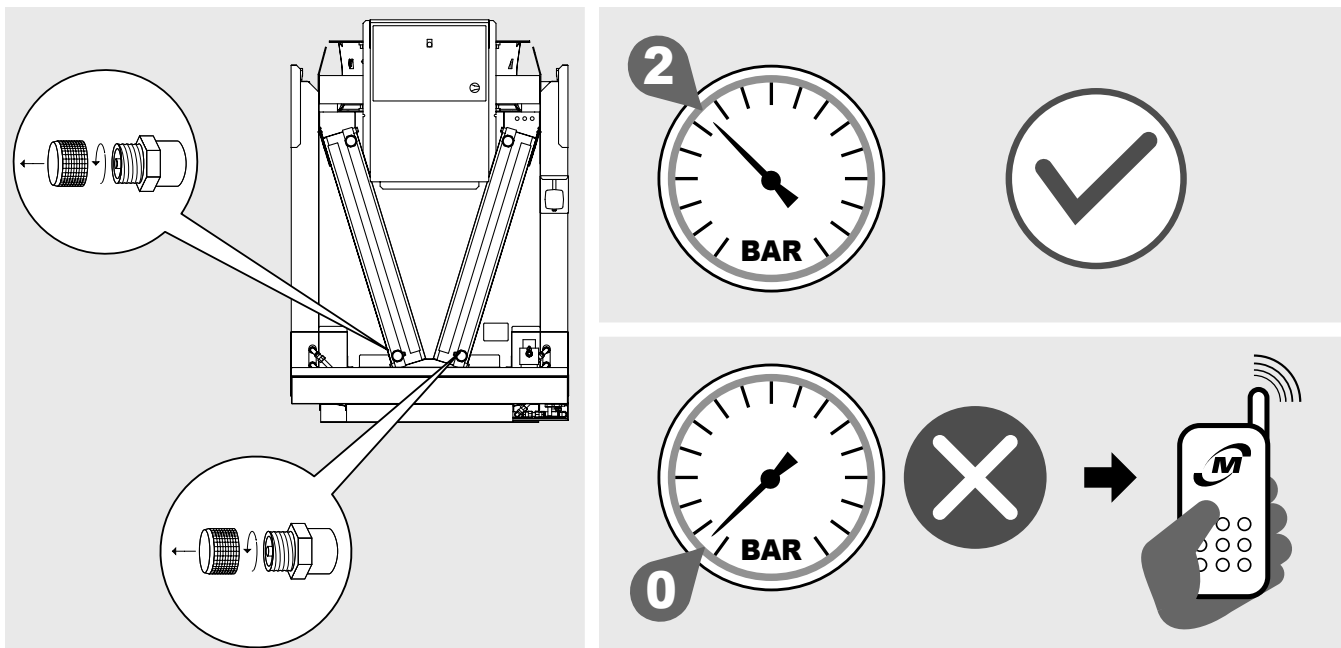

Abbildung 4
- 4.2 Die Verflüssiger (AVK) und Gaskühler (AVS) werden mit einer 2 bar Trockenluftvorspannung geliefert und haben 1/4" SAE Füllanschlüsse. Überprüfen Sie das Vorhandensein von Druck, liegt kein Druck vor, sofort Modine kontaktieren und das Problem auf dem Transportdokument vermerken. Mangelnder Druck deutet auf eine Leckage aufgrund einer Beschädigung während des Transports hin. Siehe Abbildung 4.